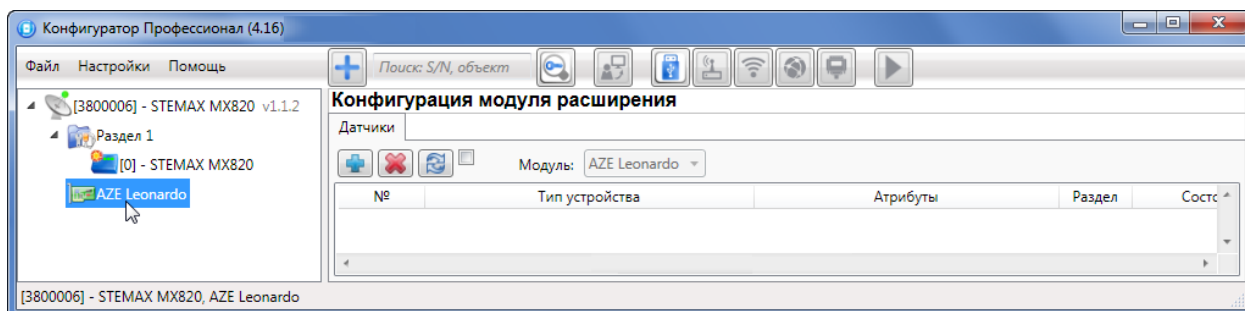

Рис. 8.3. Переход к параметрам модуля расширения
- 3) Для того чтобы перейти к настройке параметров модуля расширения, выделите его строку в дереве устройств, щелкнув по ней левой кнопкой мыши (Рис. 8.3). В результате параметры модуля отобразятся в области параметров.